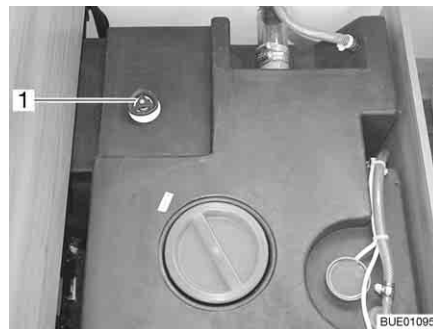

Fig. 240 Depósito de agua con tirador giratorio
- Girar el tirador giratorio (Fig. 240,1) sobre el depósito de agua en sentido de las agujas del reloj, hasta el tope.
- Girar el tirador giratorio (Fig. 240,1) sobre el depósito de agua en sentido contrario a las agujas del reloj, hasta sentir resistencia. El agua se saldrá hasta 60 litros.